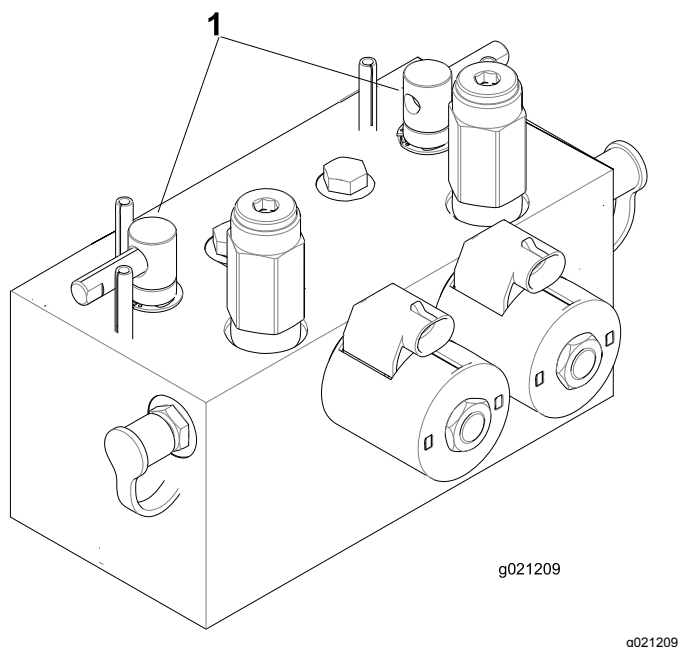

Рисунок 72
2. Разблокируйте и поднимите сиденье для доступа к рычагам обратного вращения (заточки) (Рисунок 72).
заточку каких режущих блоков необходимо произвести (Рисунок 72).